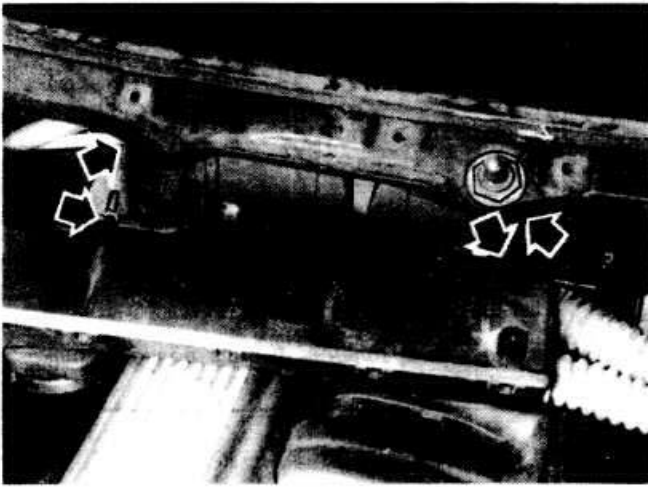

Рис. 16-12. Стрелками показаны болты крепления вентилятора отопителя
- Отвернуть винты крепления воздуховода к правой части коробки и, с правой стороны, к кронштейну (рис. 16-12).